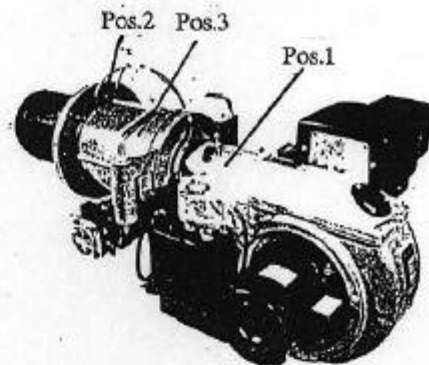

Abb.7
- Öffnen des Brennergehäuses mit 5 mm Inbus (Abb.7 Pos.1)
- Anpreßschraube für Gaszentralrohr lösen (Abb.7 Pos.3)
Ausbau Flammenrohr mit Stauscheibe. Anpreßschraube für Flammenrohr lösen (Abb.7 Pos.2), Flammenrohr mit Stauscheibe und Schiebehülse nach hinten herausziehen. Der Zusammenbau des Brenners erfolgt in umgekehrter Reihenfolge.
Achtung: Anpreßschrauben nach dem Einführen des Flammenrohrs und des Gaszentralrohrs (Abb.7 Pos.2 und Abb.7 Pos.3) unbedingt wieder festziehen.